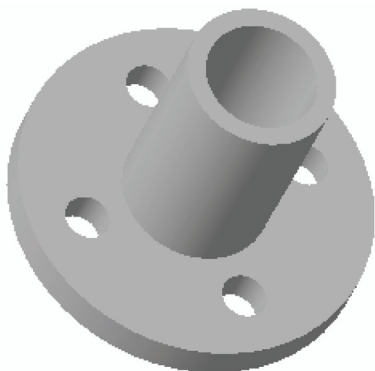

图 6-126 打开模型文件
STEP 01 单击快速访问工具栏中的“打开”按钮 ，打开模型文件，如图 6-126 所示。